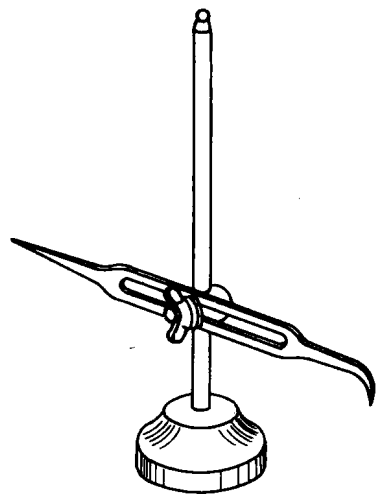

图 2.5 划线盘
(5) 划线盘(图 2.5) 用来在划线平台上对工件进行划线或找正工件在平台上的正确安放位置。划针的直头端用来划线,弯头端用于对工件安放位置的找正。